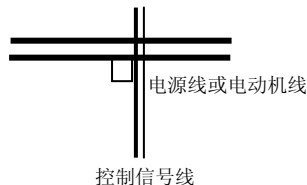

图 3-16 系统配线要求
- (1) 变频器到电动机的线缆(U、V、W 端子引出线)应尽量避免与电源线(R、S、T 或 R、T 端子输入线)平行走线。应保持 30 厘米以上的距离。
- (2) 变频器输出 U、V、W 端子三根电机线尽量置于金属管或金属布线槽内。
- (3) 控制信号线应采用屏蔽电缆,屏蔽层与变频器 PE 端相连,靠近变频器侧单端接地。
- (4) 变频器 PE 端接地电缆不得借用其它设备接地线,必须直接与接地板相连。
- (5) 控制信号线不能与强电电缆(R、S、T 或 R、T 与 U、V、W)平行近距离布线,不能捆扎在一起,保持 20~60 厘米(与强电电流大小有关)以上的距离。如果要相交,则应相互垂直穿越,如图 3-16 所示。
- (6) 控制信号和传感器等弱电接地线必须与强电接地线分别独立接地。
- (7) 禁止在变频器电源输入端(R、S、T 或 R、T)上连接其它设备。